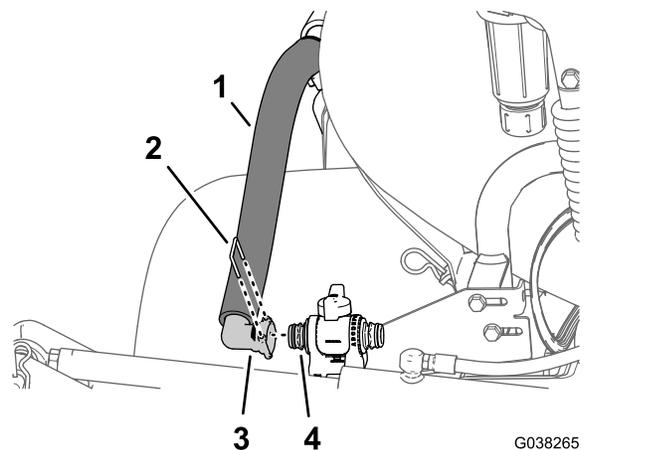

Figure 63
- Fixez le raccord rapide à 90° du bloc de buses d'agitation au raccord rapide du régulateur d'agitation avec l'étrier fourni avec le flexible d'agitation (Figure 63).